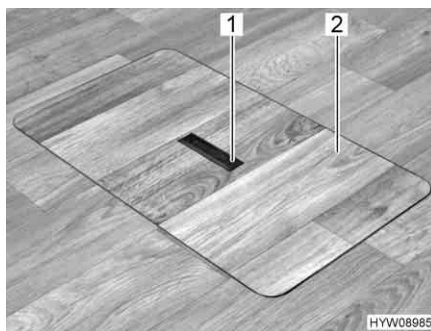
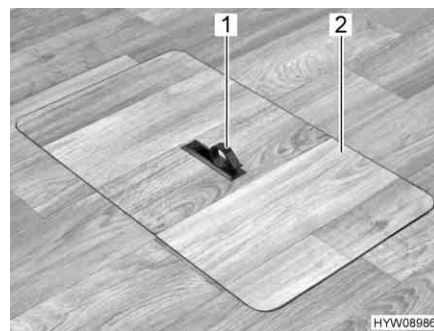

Fig. 60 Copertura vano pavimento (maniglia abbassata)
Fig. 61 Copertura vano pavimento (maniglia estratta)
- Spingere la piastra di presa (Fig. 60,1) verso il basso da un lato. La maniglia (Fig. 61,1) viene ruotata verso l'alto.
- Alzare la copertura (Fig. 61,2).
- Collocare la copertura (Fig. 61,2) nell'intelaiatura presente sul fondo.